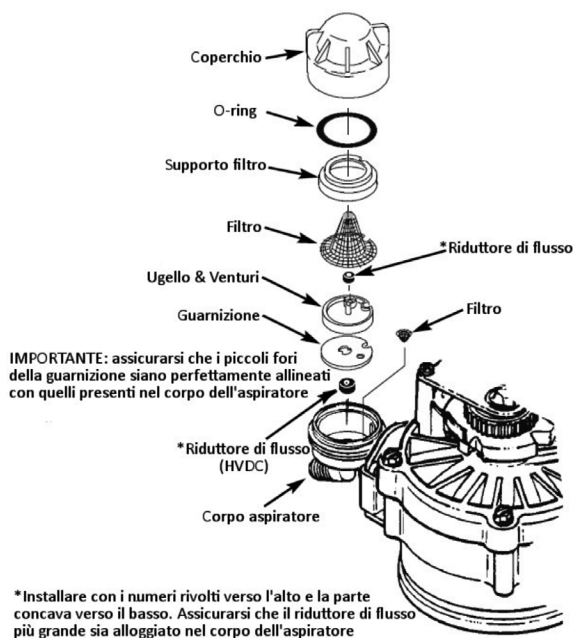

Figura 15 - Aspiratore
Far riferimento alla Figura 15, tenendo il corpo con una mano girare il tappo per rimuoverlo facendo attenzione a non smarrire l'o-ring. Sollevare il supporto del filtro e il filtro stesso, quindi rimuovere l'aspiratore.
8. Se l'acqua non comincia a riempire il tino del sale controllare che non ci siano ostruzioni o nell'aspiratore, in particolare nei riduttori di flusso, o nel tubo salamoia, fare riferimento alla Figura 15